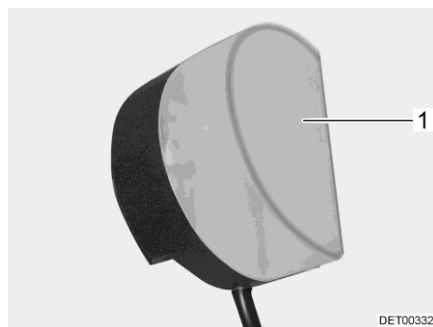

Bild 194 Klädskåpslampa
- Lampbyte: ■ Tryck ihop lampkåpan (Bild 194,1) lätt och tag av den.